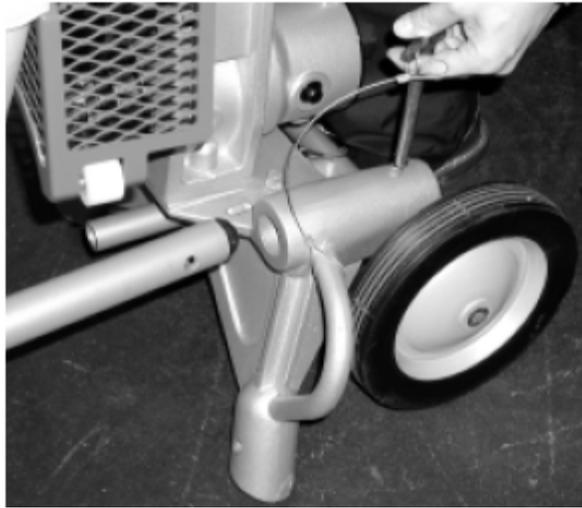

图25 — 收起支腿
3. 把支腿收到底座下，固定好（见图25），支腿可以当作手柄来推小车。